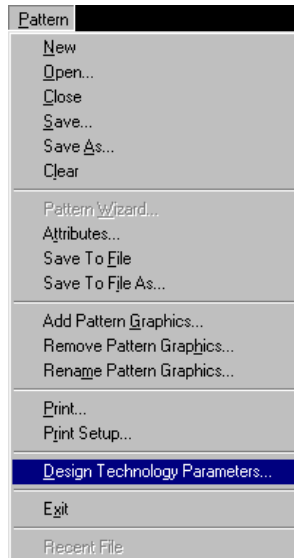

Рисунок 2.9 – Окно **Design Tehnology Parameters...**
- выделите имя проекта и для создания секций файла технологических параметров нажмите кнопку **New Section** (тип редактируемой группы параметров). Появится окно, изображенное на рис. 2.9. Установите флажки **Pad Styles** и **Via Styles** и нажмите **ОК**;